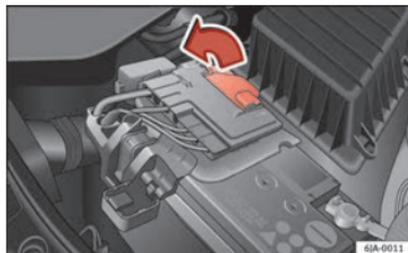

Abb. 210 Batterie: Öffnen der Abdeckung
- Öffnen Sie die Batterieabdeckung in Pfeilrichtung **» Abb. 210.**